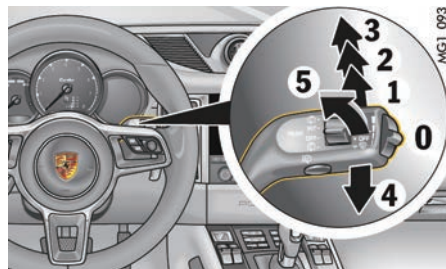

图 232: 雨刷器操纵杆
1. 向下移动雨刷器操纵杆（图 232、4）一次。雨刷器向上移动约 45° 角。